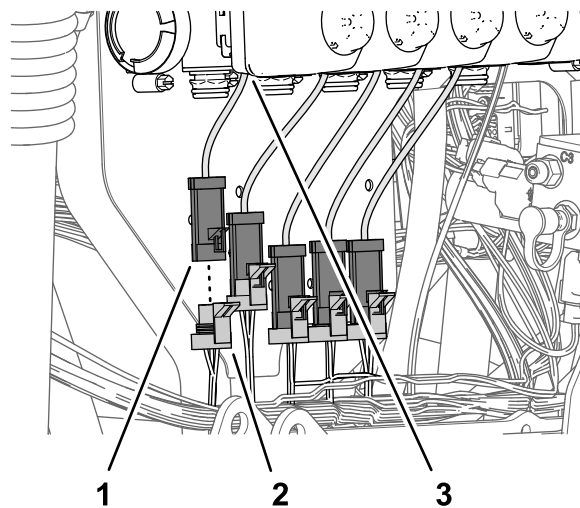

Figura 116
2. Collegate il connettore a 3 prese (Figura 116) della diramazione di 89 cm del cablaggio
3. Collegate il connettore a 3 prese (Figura 116) della diramazione di 89 cm del cablaggio preassemblato del kit indicato come VALVOLA DELL'UGELLO 2 al connettore a 3 pin dell'attuatore della valvola (posizione 2).
4. Collegate i connettori a 3 prese rimanenti della diramazione di 89 cm del cablaggio preassemblato del kit al connettore a 3 pin degli attuatori delle valvole (Figura 116).